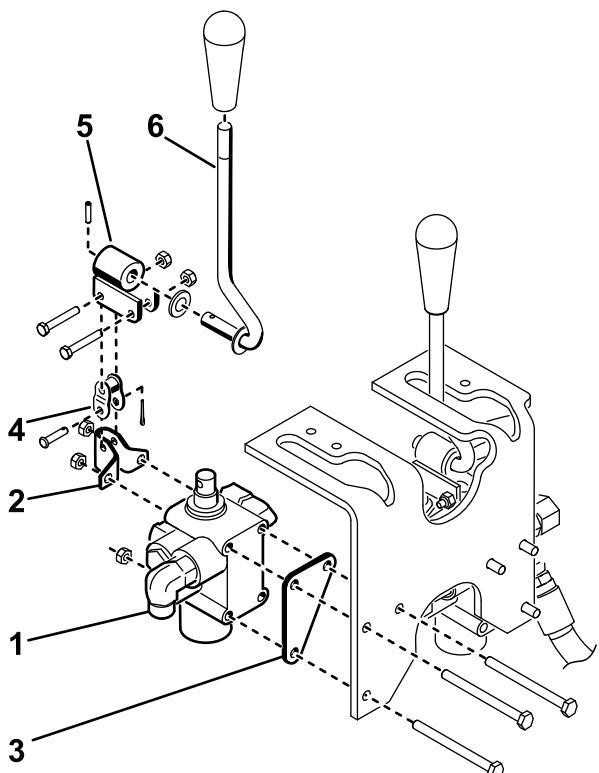

Рисунок 8
2. Установите клапан в сборе, поворотный кронштейн и пластину клапана на раме с помощью 3 болтов (1/4 x 3 дюйма) и 3 контргаек (Рисунок 8). При установке расположите пластину клапана напротив передней части рамы и затяните детали крепления с моментом затяжки от 10 до 12 Н·м.
3. Неплотно закрепите поворотный рычаг на золотнике клапана и на переходном звене с помощью 2 болтов (№10 x 1-1/4 дюйма) и 2 контргаек (Рисунок 8).